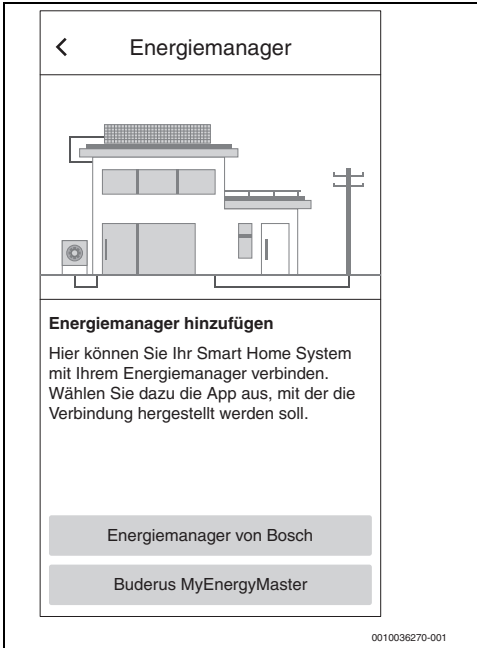

Bild 17 Buderus MyEnergyMaster auswählen
4. Im Menü **Energiemanager** den Menüpunkt **Buderus MyEnergyMaster** auswählen (→ Bild 17).